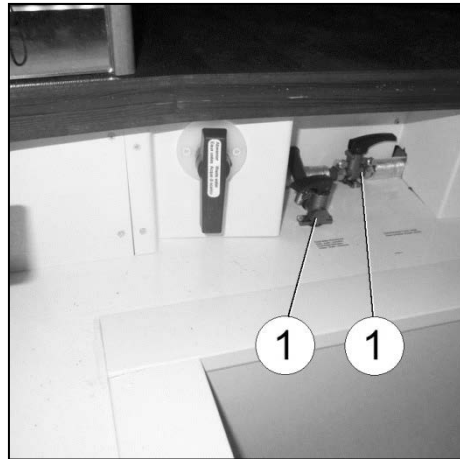

Fig. 129 Robinet de vidange (ouvert) chauffe-eau ou circuit hydraulique
- Placer le culbuteur (Fig. 129/1) du robinet de vidange horizontalement ou verticalement. Ne pas le tordre ! Le fait de tordre le culbuteur risque d'endommager le robinet de vidange et va le rendre non étanche. En cas de non-respect, la garantie Carthago prend fin.
1. Fermer le robinet de vidange. Pour cela, placer le levier à bascule (Fig. 129/1) horizontalement.
3. Ouvrir le robinet de vidange. Pour cela, placer le culbuteur (Fig. 129/1) verticalement. Ainsi, le chauffe-eau est vidangé vers l'extérieur.